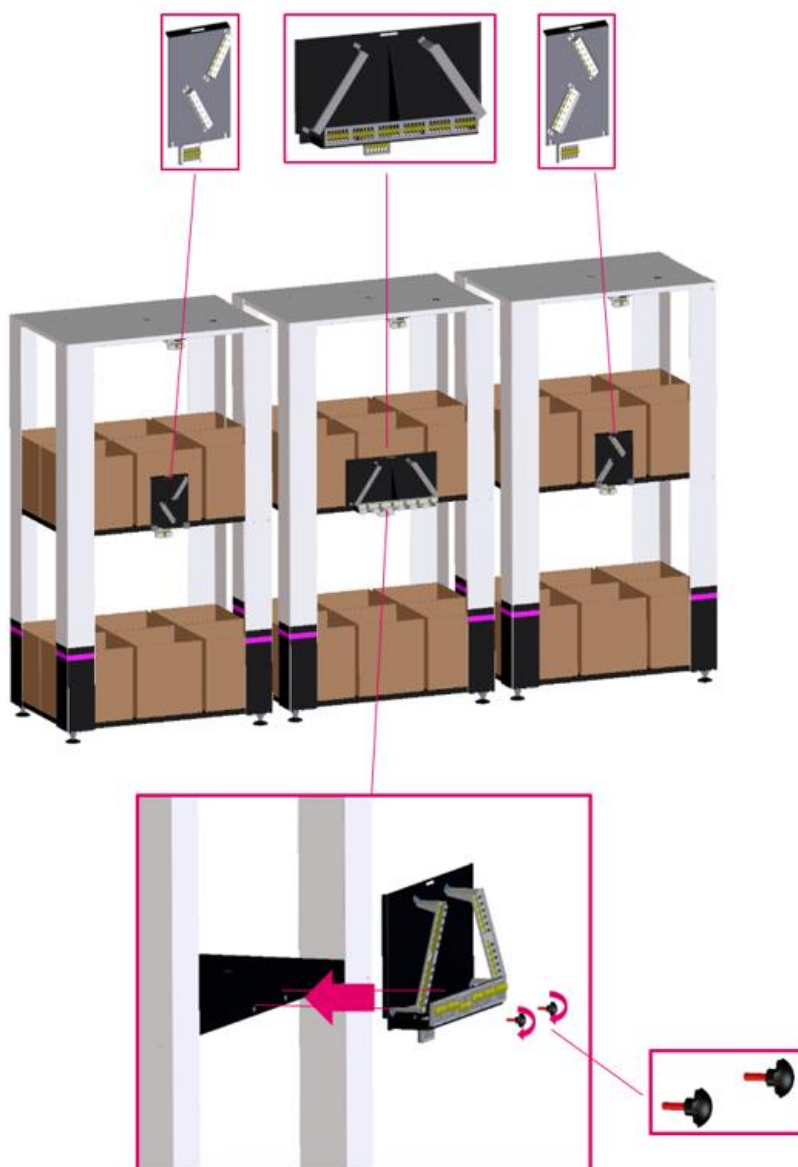

Fig. 11: Montaje de las piezas de desvío en el organizador de cables
2. La pieza de desvío para la unidad central (XL), así como para el módulo adicional (XL) se fijan al organizador de cables como se muestra en la Fig. 11.